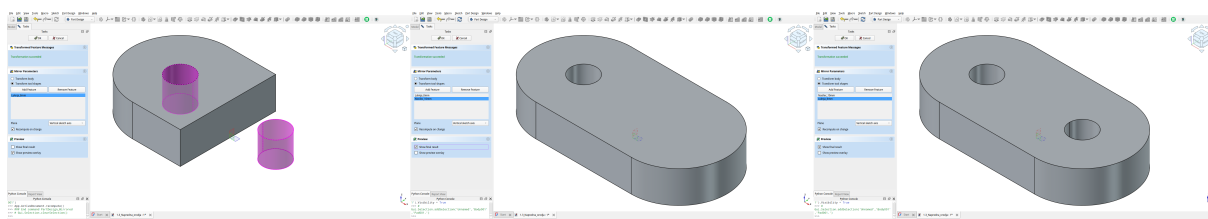

Figure 3: Primeri napačne in pravilne (desni primer) razporeditve operacij pri zrcaljenju več njih.
1.4.1.4 Primer 2: Zrcaljenje več operacij Na fig. 3 je prikazan nosilec ohišja, ki je bil modeliran le na eni strani osnovnega telesa. V tokratni nalogi bomo prikazali primer **zrcaljenja več operacij hkrati**. Pogosto so nosilci zasnovani simetrično, zato lahko modeliramo le polovico nosilca in vanj dodamo luknjo (če luknja ne prebada celotnega telesa). Nato uporabimo funkcijo **Mirror**, da hkrati zrcalimo dve operaciji – *Pad* (osnovno telo nosilca) in *Pocket* (luknjo).